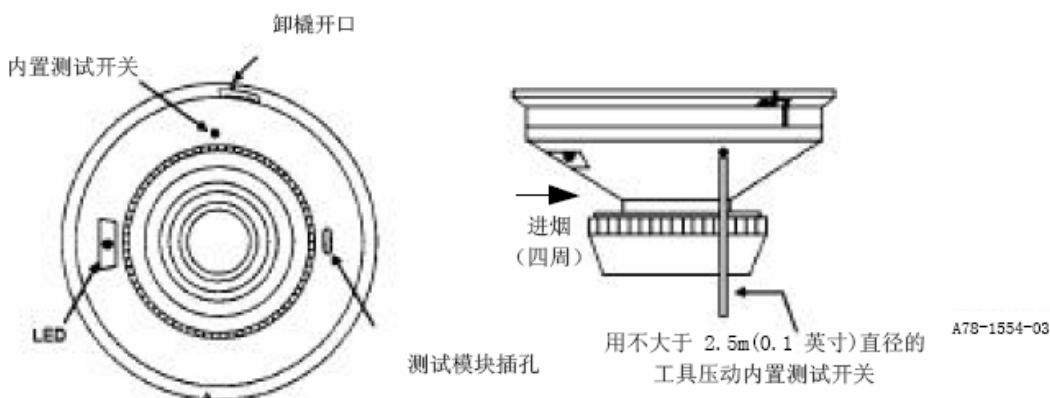

图 4. 展示测试开关位置的俯视及测试图
此探测器具有防卸功能, 当启用此功能后, 不用某种工具就无法卸下探测器。欲启用此功能, 将安装板上 (见图 2) 的防卸卡块上的小垫块从划线处断掉, 然后安装探测器, 一旦启用了防卸功能后, 要卸下探测器时, 可通过安装板上的平口处压下防卸块 (见图 4) 并同时逆时针方向旋转探测器。
1. 在探测器外壳内置有一个测试开关（见图 4）。
按照 Gemini 501 气溶胶发生器说明书将其设在 4% /ft. 到 5% /ft.之间的减光率，用碗形加烟器加气溶胶直至探测器报警。或用等效效果的加烟工具，将烟从探测器进烟道（图 4）吹入，直至报警。